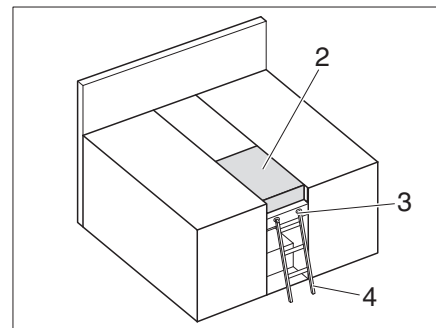

Fig. 172 Lit double
- Placer le coussin supplémentaire (Fig. 172,2).
Utiliser l'échelle de montée de série (Fig. 172,4) pour accéder au lit supérieur.
- Accrocher l'échelle de montée (Fig. 172,4) par les longerons sur le bandeau (Fig. 172,3) installé sur le cache.